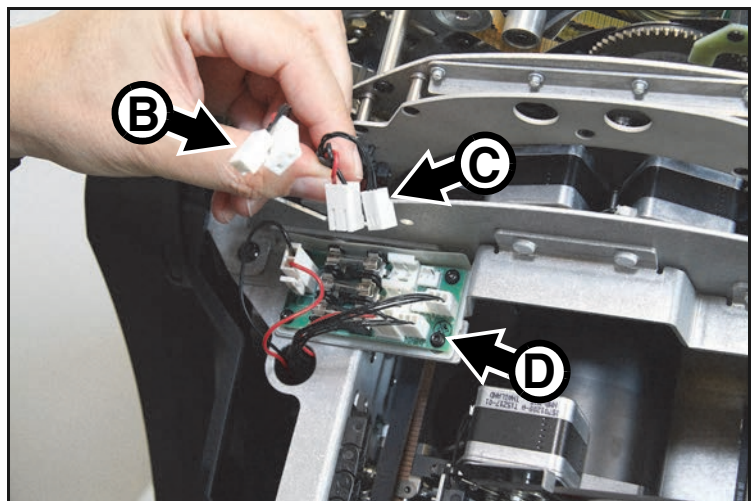

Bild 11: Lösen der Steckverbinder des Multimoduls
3. Siehe Bild 11. Lösen Sie beide Steckverbinder **B** und **C** (Strom- und Datenversorgung) auf der Verteilerplatine **D**.